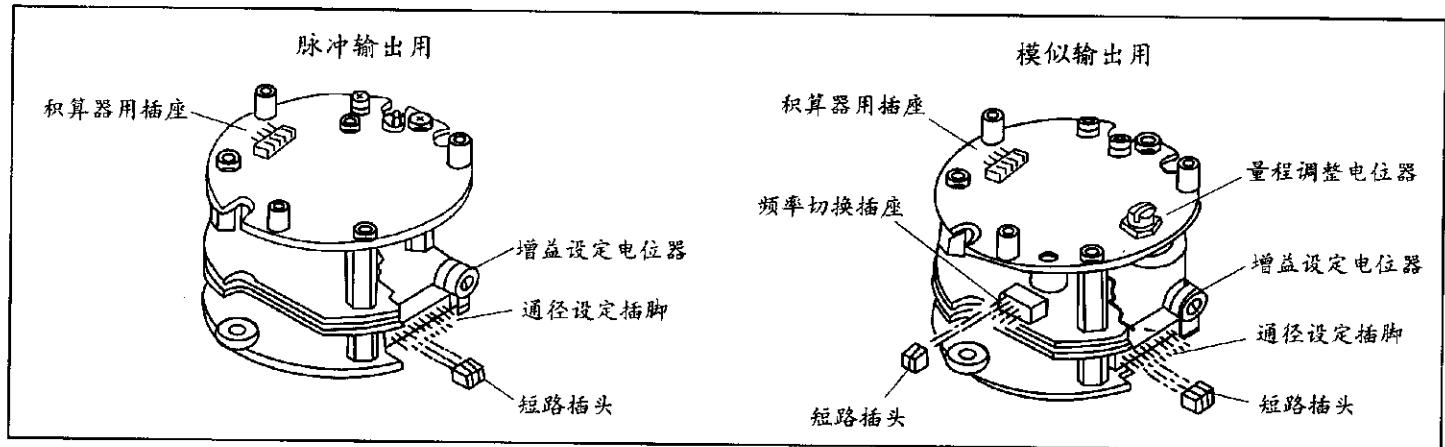
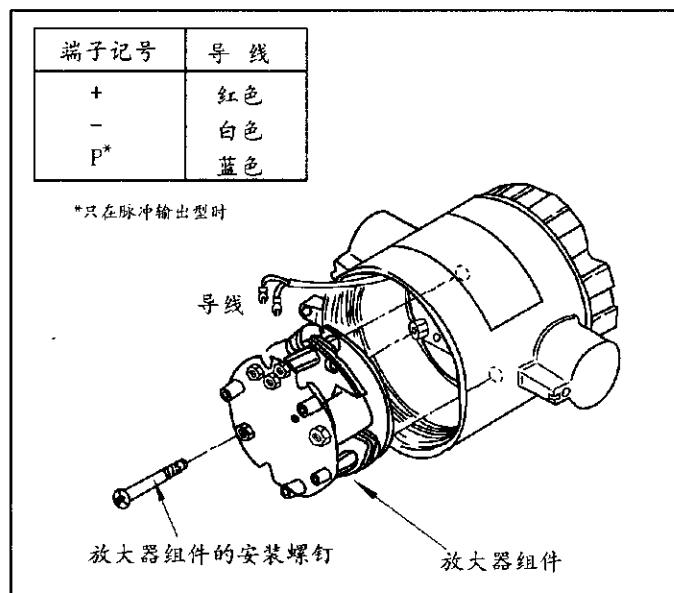

图8-2 设定处示图
图8-8 放大器组件的拆卸
(3) 按第(2)点中算出的频率依照表8-3设定频率切换短路插头 (参看图8-2)。
- (6) 更换用的放大器组件必须按通径进行短路插头和增益电位器的设定（参看图8-2和表8-4）。
- (7) 重新安装放大器时，一面注意对好插头和插座的位置，一面将放大器按入。
- (8) 固紧放大器的固定螺钉。
- (9) 重新把导线接到放大器上。导线必须接在正确的端子上，参看图8-8。
- (10) 参照第8.2.2项进行量程调整。